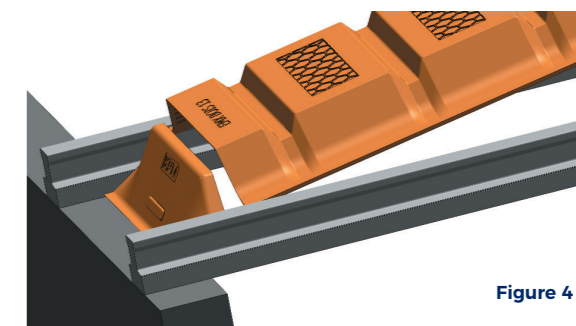

Figure 4
- Démarrer la travée en positionnant l'about haut de l'entrevous vers le Tympan EMX Bois / Isorupteur Transversal dB EMX Bois (Figure 4)